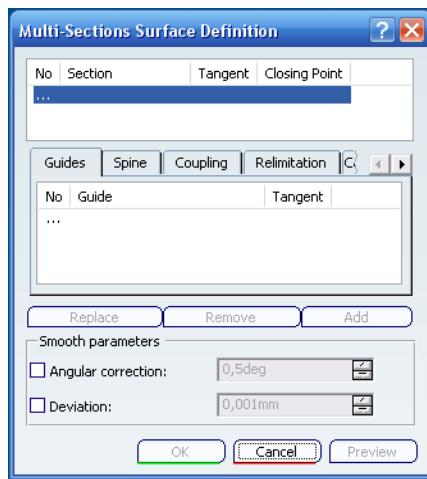

Ilustración 424: Definición de tolva.
**Multi-sections Surface (Superficie multi-sección).** Con esta operación se elaboran superficies a partir de dos o más perfiles planos que recorren una curva espina en planos perpendiculares a la misma. Es como un barrido en el que se especifican los perfiles por los que tiene que pasar. En esta opción, aparecerá una ventana como la de la Ilustración 424: